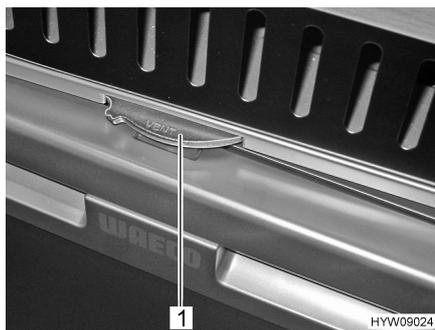

Bild 66 Verriegelung Kühlschrantür
- Verriegelungsrad (Bild 66,1) bis zum Anschlag nach rechts drehen ("Lock"). Die Stellung "Lock" bleibt während des Betriebs dauerhaft eingestellt.
- Verriegelungsrad (Bild 66,1) bis zum Anschlag nach links drehen ("Vent").